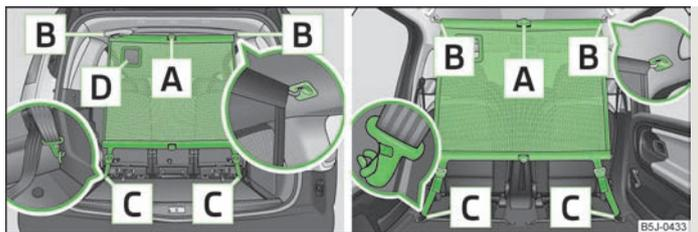

Abb. 46 Netztrennwand hinter den Rück-/Vordersitzen verwenden
- Die Querstange in die Aufnahme **B** » Abb. 46 erst auf der einen Seite setzen und nach vorn drücken. Auf gleiche Weise die Querstange auf der anderen Seite in die Aufnahme **B** setzen.
- Die Gurte auf beiden Seiten lösen und die Karabiner **C** aushängen » Abb. 46.
- Auf die rote Taste des Gelenks **A** » Abb. 46 drücken - das Gelenk löst sich.
Die Öffnung **D** » Abb. 46 in der Netztrennwand dient zur Durchführung des Dreipunkt-Sicherheitsgurts » Seite 111, *Sicherheitsgurt für den hinteren mittleren Sitz*.